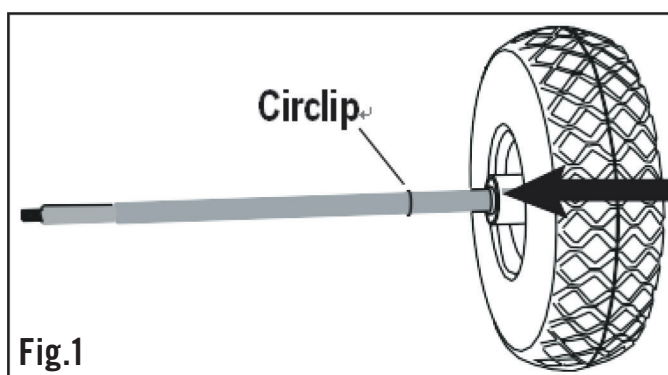

Fig.1
1. För in axeln (16) (Fig.1) i ett hjul.